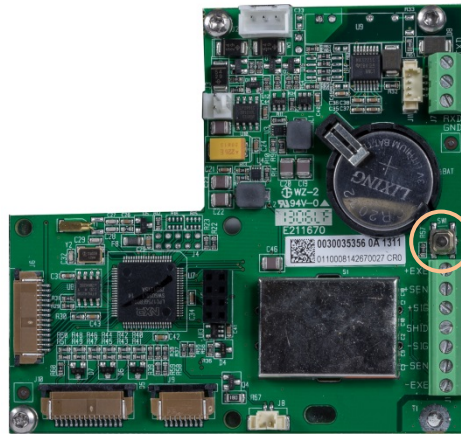

Abbildung 2-2: Lage des Setup-Schalters auf der Hauptplatine des Terminals
- Wenn das Terminal als eichpflichtig konfiguriert ist, kann der Benutzer das Setup-Menü durch Drücken des Setup-Schalters (ein Schalter auf der Hauptplatine, siehe Abbildung 2-2) aufrufen. Das Terminal zeigt dann F1 (Waage) an, die Waagenparameter können geändert werden.